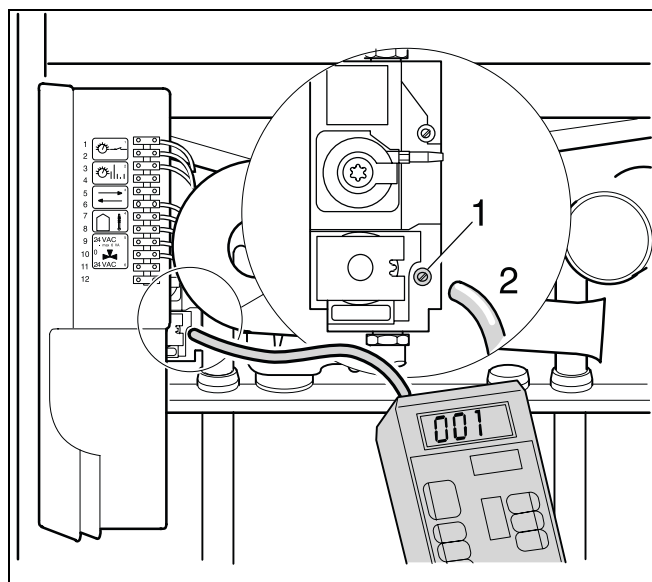
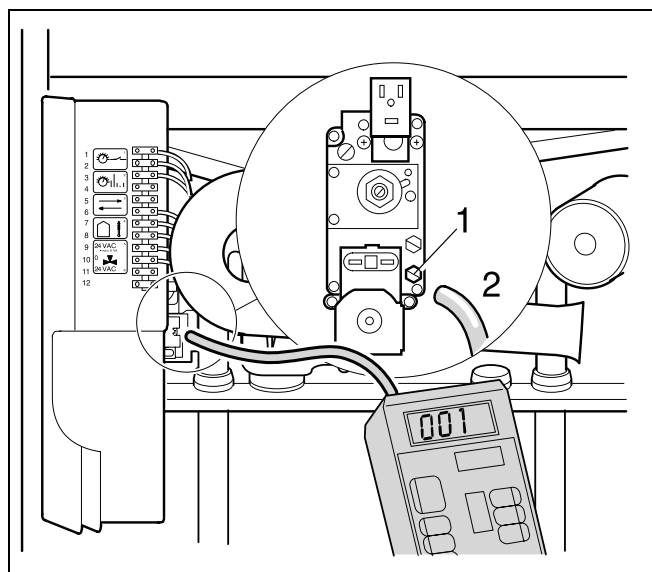

Fig. 25 Măsurarea presiunii de racordare a gazului (armătura Honeywell)
Fig. 26 Măsurarea presiunii de racordare a gazului (armătura SIT)
- Se slăbesc cu două turații șuruburile de închidere ale niplului de control pentru presiunea racordului de gaze la armătura Honeywell (fig. 25, poz. 1), iar la armătura SIT (fig. 26, poz. 1) se scot cu totul.
- Furtunul de măsurare al manometrului se atașează la niplul de control (fig. 25, poz. 2 oder fig. 26, poz. 2).